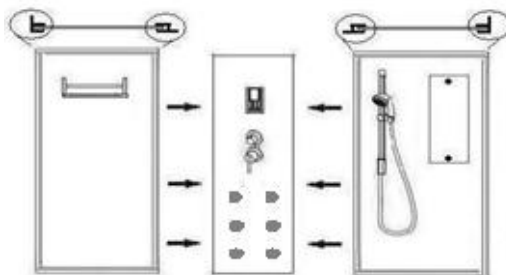

Рис.6
3.1.4. Подключите шланги (рис. 6) с помощью хомутов /33/ и тройника /42/ в соответствии со схемой подключения (рис.6).